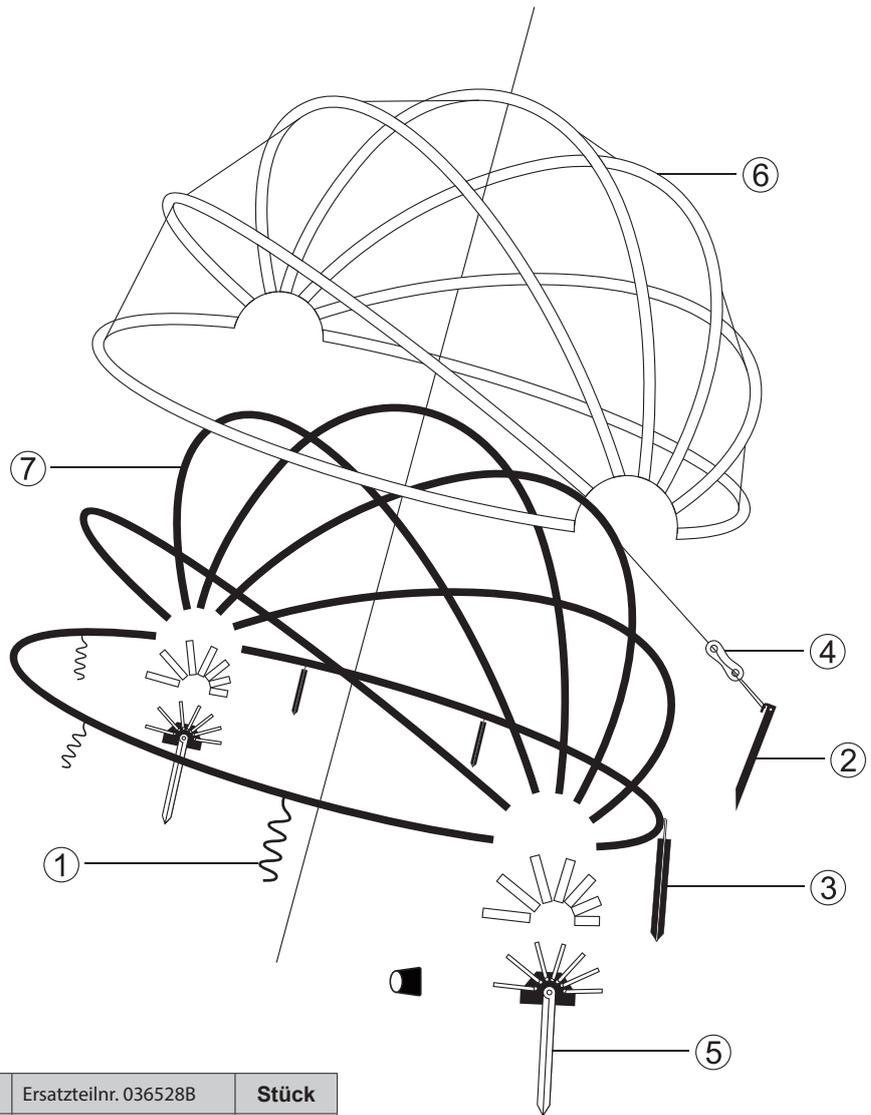

Abbildung L1 /
- Prüfen Sie den Lieferumfang auf Vollständigkeit. Abbildung L1 / Illustration L1.